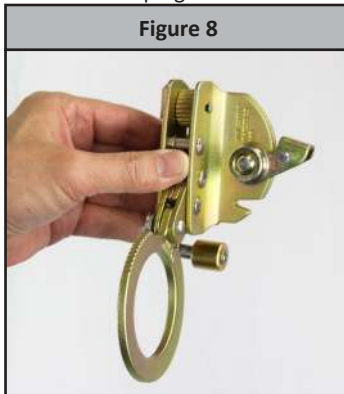

Figure 8
Étape 2: Pour ouvrir la charnière du bloqueur de chute, tenez-la dans votre main gauche. Tournez complètement le bec de sûreté vers le haut. Voir figure 8.